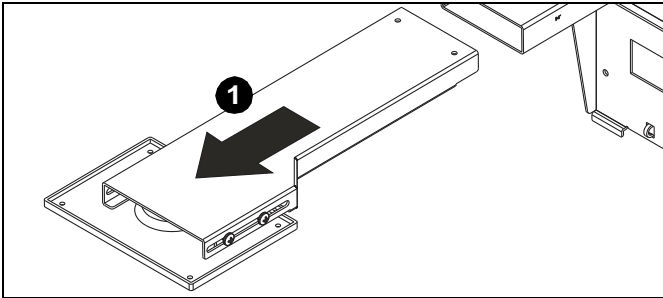

Figura 4
1. Retire el extremo del brazo de extensión con la placa de fijación del proyector y guarde las piezas de sujeción. (Consulte la figura 4)